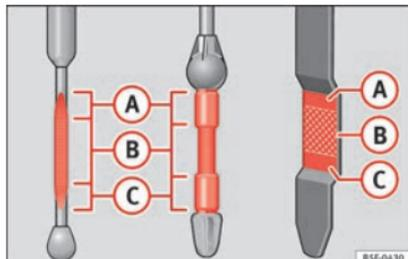

Fig. 207 Aste di misurazione del livello dell'olio del motore.
L'asta di misurazione indica il livello dell'olio. » **fig. 207.**
- Il livello di olio non deve mai superare la zona **A** » **fig. 207**. Pericolo di danneggiamento del sistema di scarico!